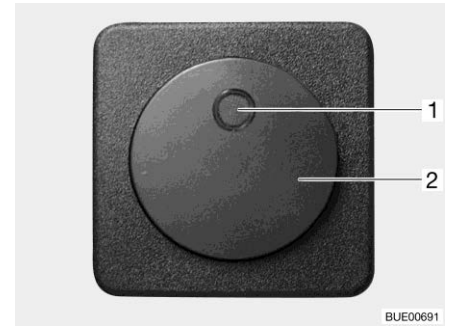

Bild 224 Brytare för elektrisk golvvärme
- Tryck på vippkontakten (Bild 224,2). Kontrollampan på brytaren (Bild 224,1) lyser.
- Tryck på vippkontakten (Bild 224,2). Kontrollampan på brytaren (Bild 224,1) slocknar.